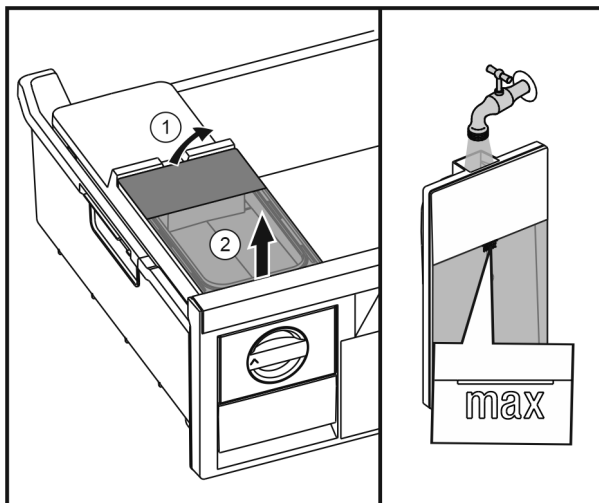

Fig. 37
- Nadvihnite nádržku na vodu zozadu Fig. 37 (1) a odoberte ju nahor Fig. 37 (2).